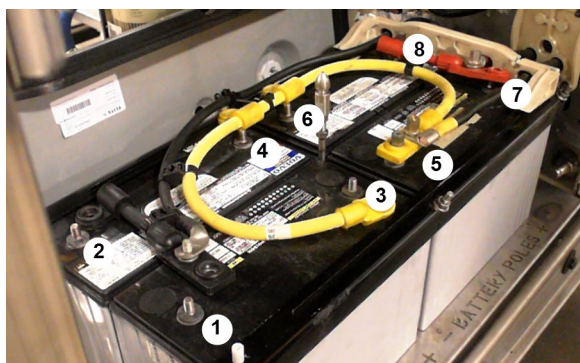

FIGURE 43: DÉCONNECTER LES 8 TERMINAUX
3. Avec une douille 9/16" et une clé à rochet, déconnecter les huit (8) terminaux des batteries (FIGURE 43).